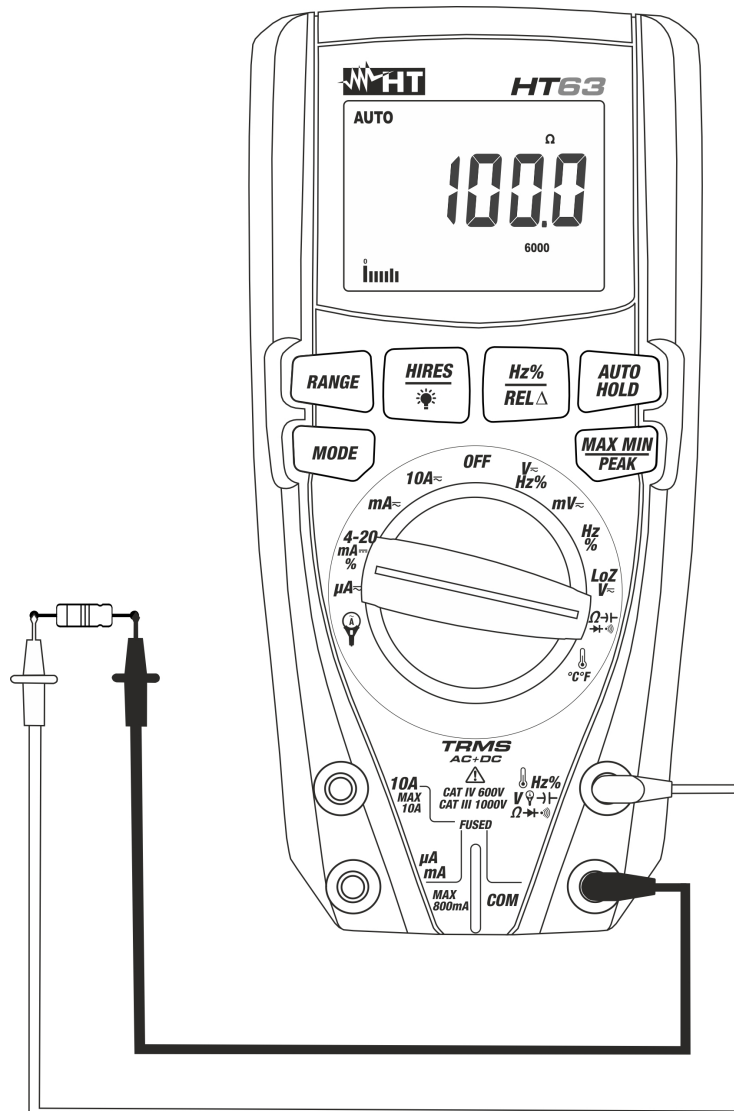

Abb. 6: Verwendung des Gerätes für Widerstandsmessung und Durchgangsprüfung
3. Verbinden Sie die Messleitungen mit den gewünschten Messpunkten des zu messenden Kreises (siehe Abb. 6). Der Widerstandswert erscheint auf dem Display.